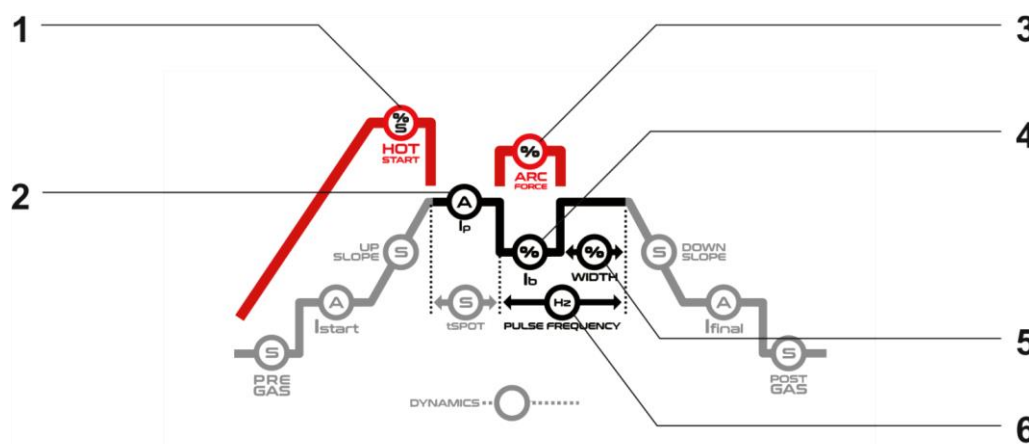

Fig. 1 – MMA parameters
- Pas de lasstroom (Afb.1 - 2) aan volgens de volgende tabel:
- Hot Start (Afb.1 - 1) - Om de boogontsteking te forceren, past u het hotstartpercentage van de hoofdstroom en / of tijd (seconden) aan.
- Arc Force (Afb.1 - 3) - Om te voorkomen dat de elektrode blijft plakken tijdens het lassen, past u het percentage van de hoofdstroom aan de boogkracht aan.